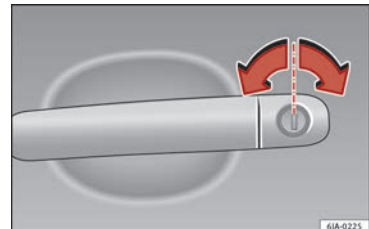

Fig. 3 Maniglia della porta del conducente con cilindretto di serratura.
- Introdurre l'ingegno della chiave nella serratura e sbloccare o bloccare il veicolo » fig. 3.